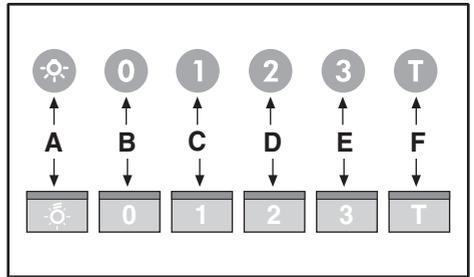

Fig.11
• **Кнопки управления (Рис.11):**
• Органы управления светящиеся (Рис.11):